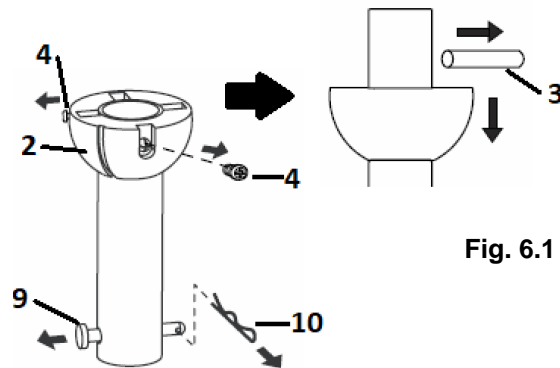

Fig. 6.1
1. Retire la junta de bola (2) y el pasador cilíndrico (3) aflojando los tornillos de fijación (4) de la varilla descendente (6). Retire el pasador de enganche (9) quitando el clip de bloqueo (10). **(Fig. 6.1). NOTA: No deseche estas piezas, consérvelas; se requerirá volver a armarlas más tarde.**